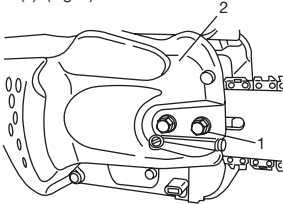

Fig. 1
1. Retirer l'écrou de blocage (1) du guide-chaîne.
2. Retirer le carter latéral (2) en maintenant la partie arrière du carter latéral (2). (Fig. 1)
Puis fixer provisoirement les écrous de serrage. (Fig. 1)